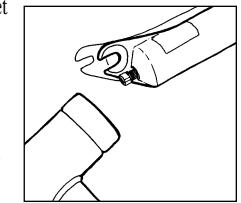

Fig. 6
6. Desserrez partiellement les boulons de la tige à l'aide d'une clé hexagonale de 5 mm, tapez fermement sur les boulons avec un maillet pour libérer les tiges du tube inférieur (voir fig. 6) et retirez complètement les boulons. L'huile du système HydraCoil s'écoulera par le bas du tube inférieur lorsque vous enlèverez les boulons de tiges. Récupérez l'huile usé dans un récipient adéquat, et éliminez-la sans polluer.